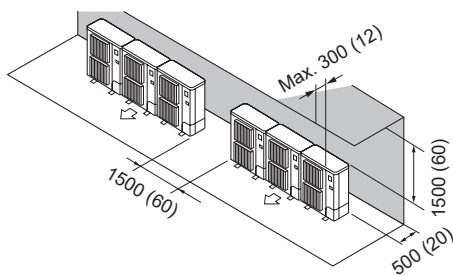

Fig. 2-13
- (2) Obstacles uniquement à l'arrière et au-dessus (Fig. 2-13)